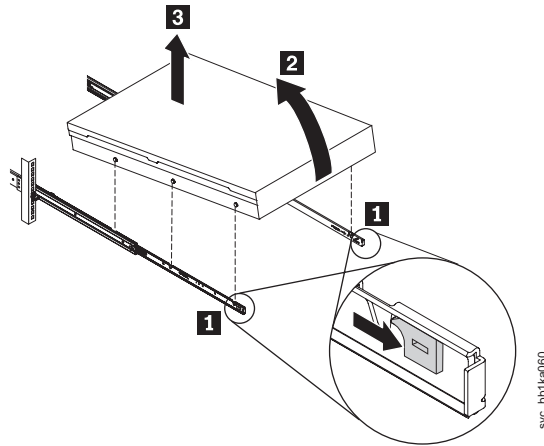

図 32. ラックからの 2145-CG8 または 2145-CF8 の取り外し
4. レールの側面にある 2 つの白色のキャッチ (56 ページの図 32 の **1**) を前方に引き、ノードの前面をほんの少し持ち上げます。